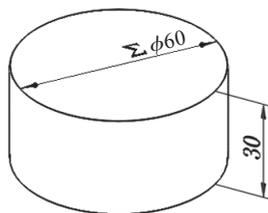

图5-4 在 $\phi 60$ 的前面添加“ Σ ”符号
- (7) 单击“确定”按钮，圆柱的直径更改为 $\phi 60\text{mm}$ ，此时在“ $\phi 60$ ”的标注前面添加“ Σ ”符号，如图5-4所示。